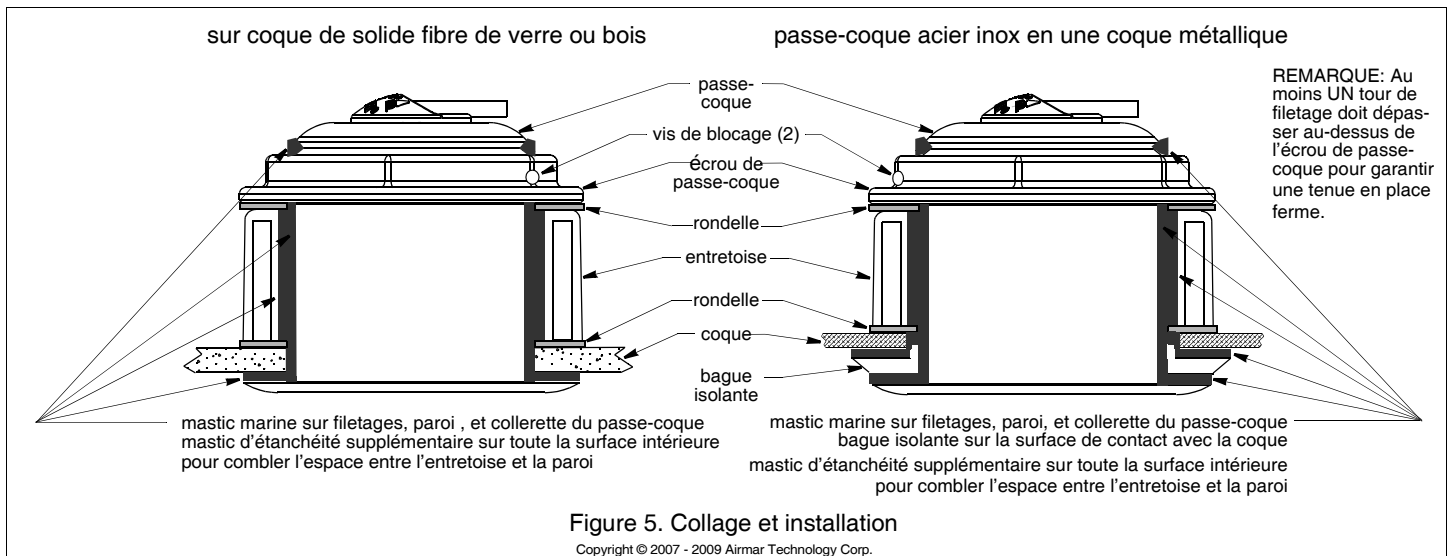
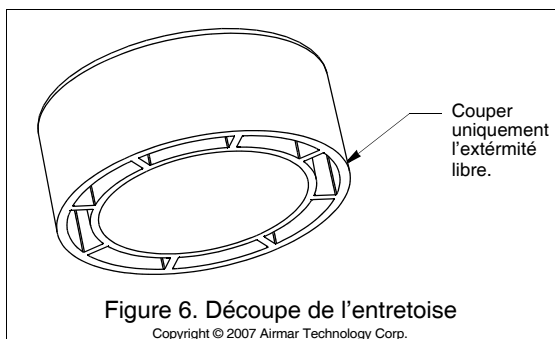

Figure 5. Collage et installation
Figure 6. Découpe de l'entretoise
4. Posez la sonde à sec afin de déterminer s'il est nécessaire de couper l'entretoise. Insérez le passe-coque dans le trou depuis l'extérieur de la coque (voir figure 5). De l'intérieur, insérez la rondelle sur le passe-coque. Insérez l'entretoise sur le passe-coque avec l'extrémité ouverte orientée vers la coque. Insérez la rondelle restante. **Vérifiez que TROIS filets au moins du passe-coque dépassent au-dessus de la rondelle.** Dans le cas contraire, coupez l'entretoise pour la raccourcir. **Veillez à couper l'extrémité ouverte** lors de la réduction de l'entretoise (voir Figure 6).
1. Appliquez une couche de mastic d'étanchéité marine de 4 mm (1/8") d'épaisseur sur tout le pourtour de la collerette du passe-coque devant être en contact avec la coque et sur la paroi verticale du passe-coque (voir Figure 5). Le mastic doit couvrir une hauteur de 12 mm (1/2") au-dessus de l'épaisseur cumulée de la coque, de entretoise, et de l'écrou du passe-coque. Cette précaution garantit la présence de mastic sur le filetage au travers de la coque et le maintien en place de l'écrou de passe-coque.
2. Depuis l'intérieur de la coque, glissez la rondelle sur le passe-coque (voir Figure 5). Insérez l'entretoise sur le passe-coque de sorte que l'extrémité ouverte appuie sur la rondelle. Addinsérez la rondelle restante. **Vérifiez que TROIS filets au moins du passe-coque dépassent au-dessus de la rondelle.** Dans le cas contraire, raccourcissez la rondelle en coupant l'extrémité ouverte (voir Figure 6).